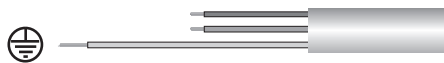

Fig. 1
1. Faites glisser le système d'ouverture/fermeture sur le volet, retirer les vis (fig. 1). Tourner et verrouiller le panneau par les clips. Ouvrez la boîte de raccordements (fig. 2).